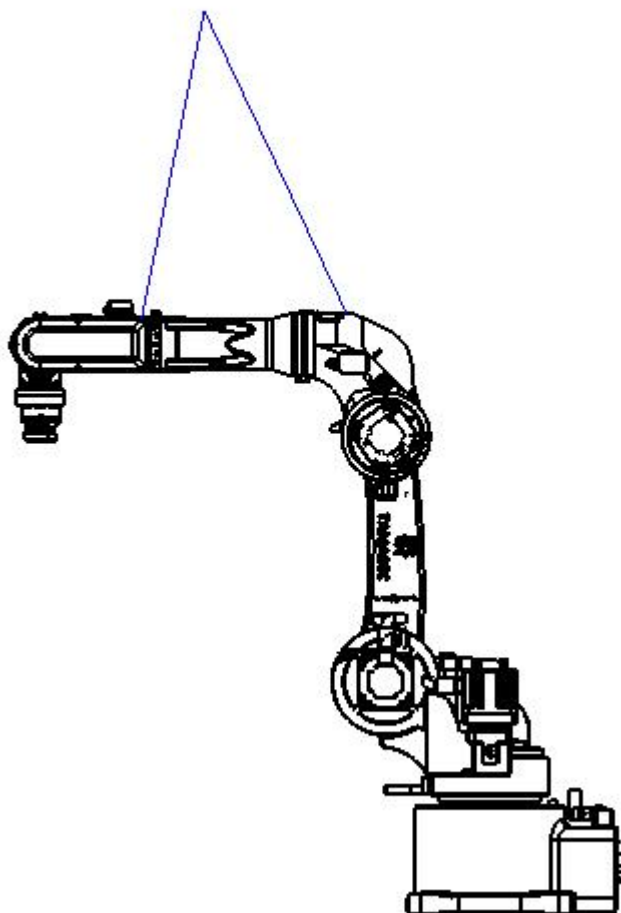

图4.4 更换J2轴马达
- 1) 将机器人置于图 4.4 所示位姿，用钢丝绳如图 4.4 悬起机器人也可将自制直径为 25 的插销插入大臂与 J2 轴基座孔处，不过用绳索悬吊更为保险。